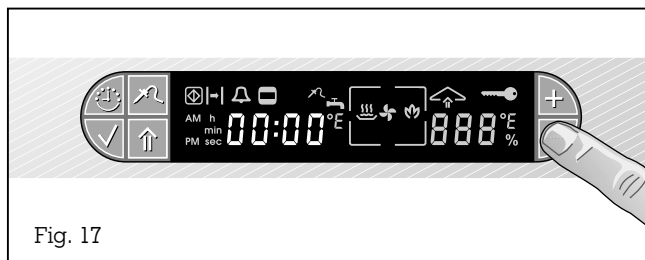

Fig. 17
- Azionate il tasto - mentre l'apparecchio è acceso (Fig. 17).